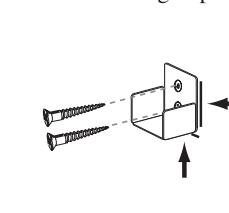

**FIG. 2.5**
7. Marque una segunda línea en la pared, paralela a la primera línea. (Fig. 2.5)